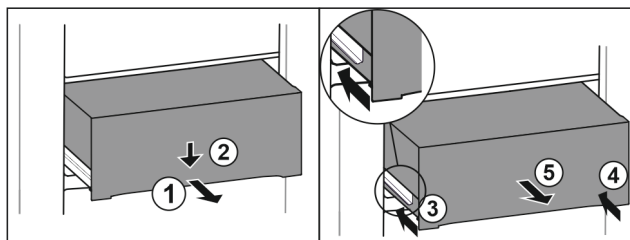

Fig. 110
- Lade er half uittrekken. Fig. 110 (1)
- Schuiflade aan de voorzijde omlaag drukken. Fig. 110 (2)
- Linker rail ca. 2 cm inschuiven. Fig. 110 (3)
- Rechter rail ca. 2 cm inschuiven. Fig. 110 (4)
- Lade naar voren toe verwijderen. Fig. 110 (5)